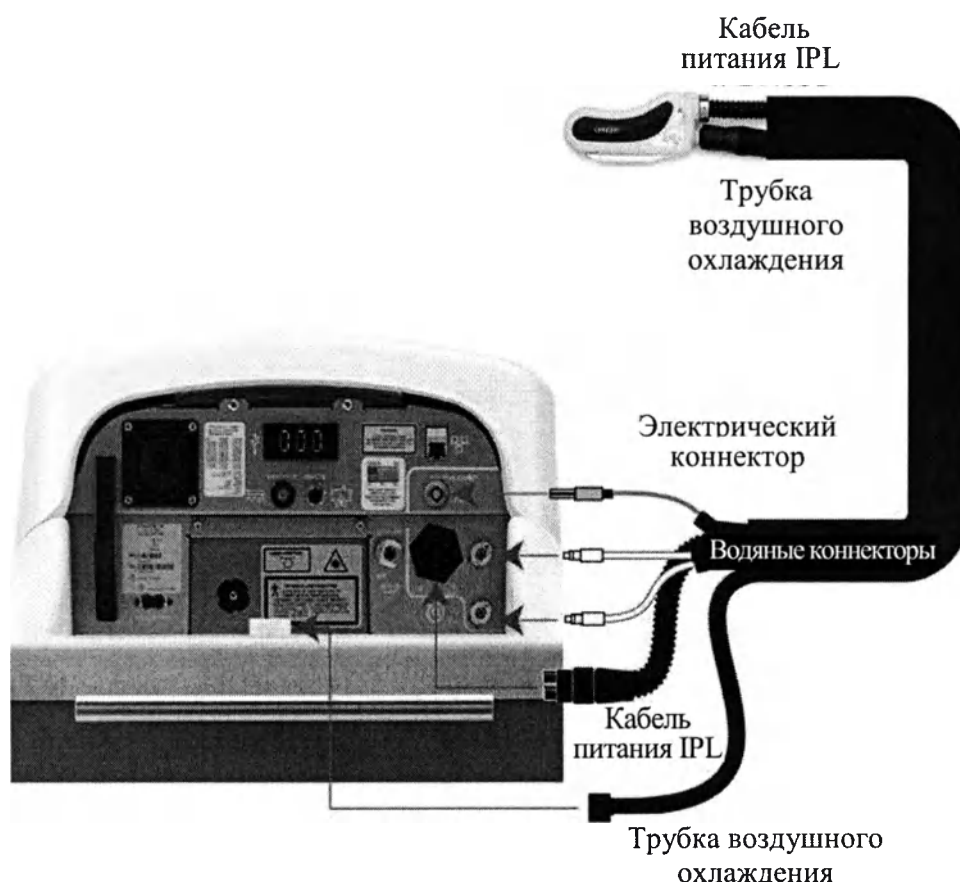

Рисунок 16А– Фотонаконечник IPL и коннекторы для его подключения
3. См. **рисунок 16А** для осуществления правильного подключения фотонаконечника IPL к аппарату. Проксимальным концом кабель питания IPL подключается к фотонаконечнику IPL. На дистальном конце кабеля питания IPL есть четыре коннектора, с помощью которых фотонаконечник IPL подключается к аппарату: электрический коннектор, два водяных коннектора и коннектор кабеля питания IPL. Подключение коннекторов к аппарату необходимо производить следующим образом: